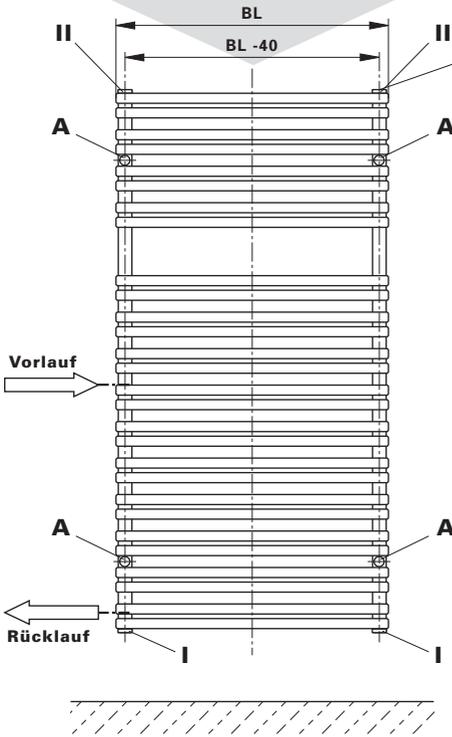
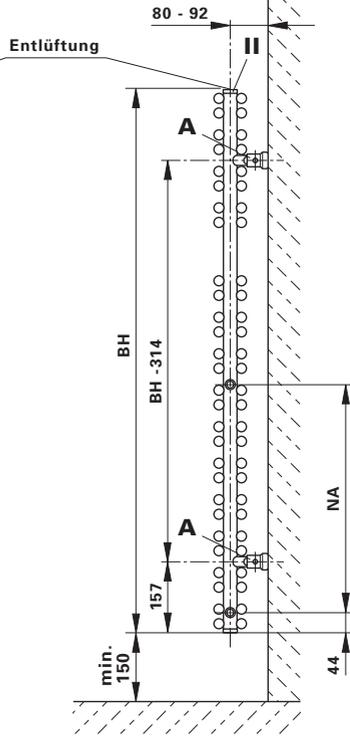

Abbildung 1
Abbildung 2
Beim seitlichen Anschluss, der sich auf der rechten oder linken Seite des Heizkörpers befinden kann, ist der Vorlauf oben und der Rücklauf unten anzuschließen (**Abb. 1**).
Aufstecken der beigegepackten Blechmuttern **1** auf die Montagestutzen **2** (**Abb. 2**).
Anreißen, bohren der Löcher Position **A** - Bohrer Ø 10 - und Setzen der Dübel entsprechend den Aufhängungsmaßen (**Abb. 1**).
*Messen Sie bitte vorher zur Heizkörperidentifizierung die Abstandsmaße der Montagestutzen **2** (**Abb. 1** u. **Abb. 2**) nach.*